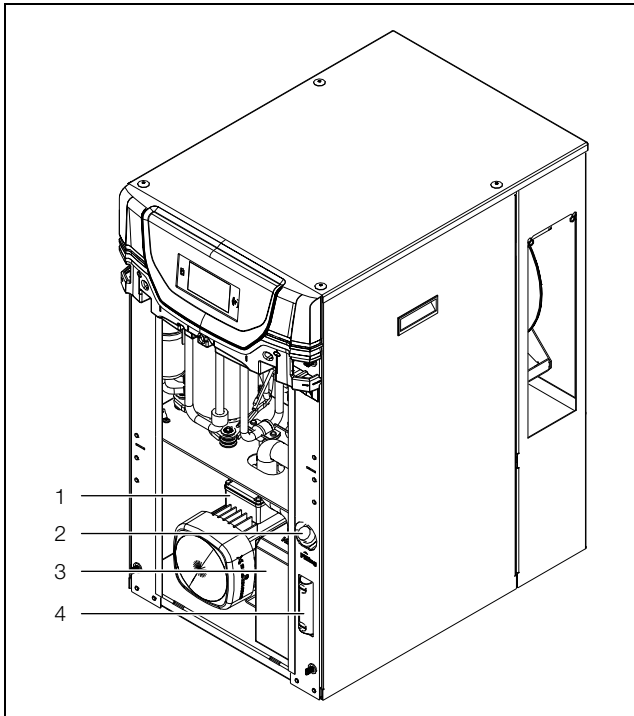

Fig. 41: Riempimento con mezzo frigorifero
- Riempire il chiller di fluido frigorifero mediante il bocchettone di rifornimento (fig. 41, pos. 2) della vasca.
- Controllare il livello dal vetro di ispezione (fig. 41, pos. 4).